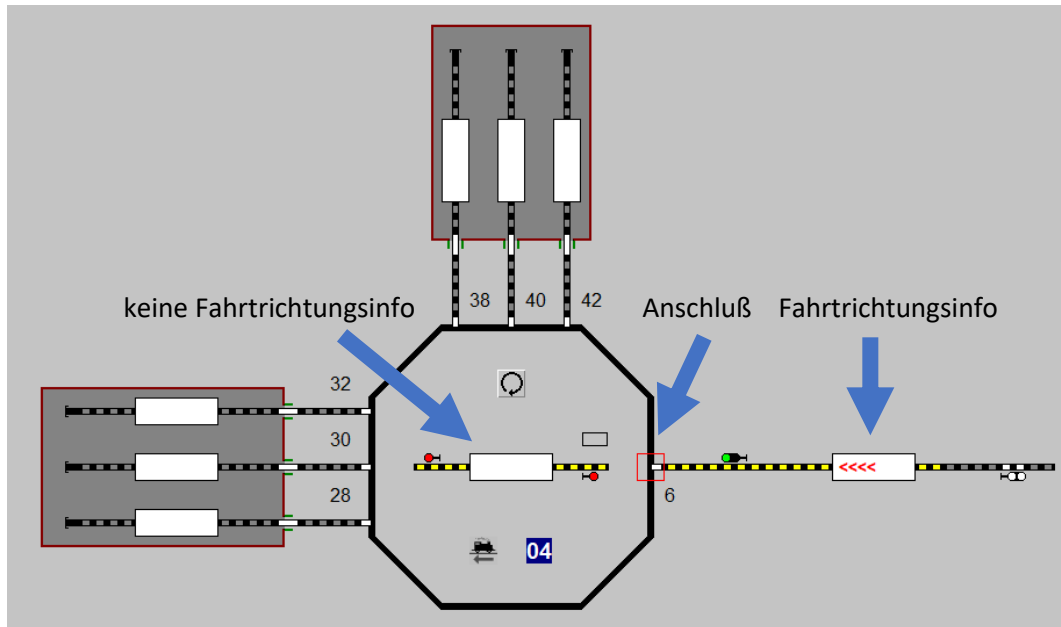

Bild 4
d) In den Fahrstraßen sind 2 wichtige Infos für die ‚iDS‘ enthalten (Bild 4). In dem ZNF der Bühne darf keine Fahrtrichtung enthalten sein. Das merkt und regelt die ‚iDS‘ alleine. Aber auf den anderen ZNF der Fahrstraßen müssen zwingend Fahrtrichtungsinfos enthalten sein. Durch sie erhält die ‚iDS‘ die Info, mit welcher Fahrtrichtung die Lok auf die Bühne auffährt. Des Weiteren soll der Anschluß in der Fahrstraßen-Aufzeichnung enthalten sein. Durch diese beiden Infos erkennt die ‚iDS‘, mit welcher Fahrtrichtung und von welchem Anschluß die Lok auf die Bühne fährt. Fehlt der Anschluß oder wird er zu einem späteren Zeitpunkt als die Fahrstraße gestellt (z.Bsp. STW, Folgeschaltungen oder Profil), so kommt es zu Fehlinterpretationen, die ihre Auswirkungen erst in der nächsten Fahrstraße beim Herunterfahren zeigen. Es sind nicht nur die Infos selbst wichtig, sondern auch die zeitliche Bekanntgabe an die ‚iDS‘.